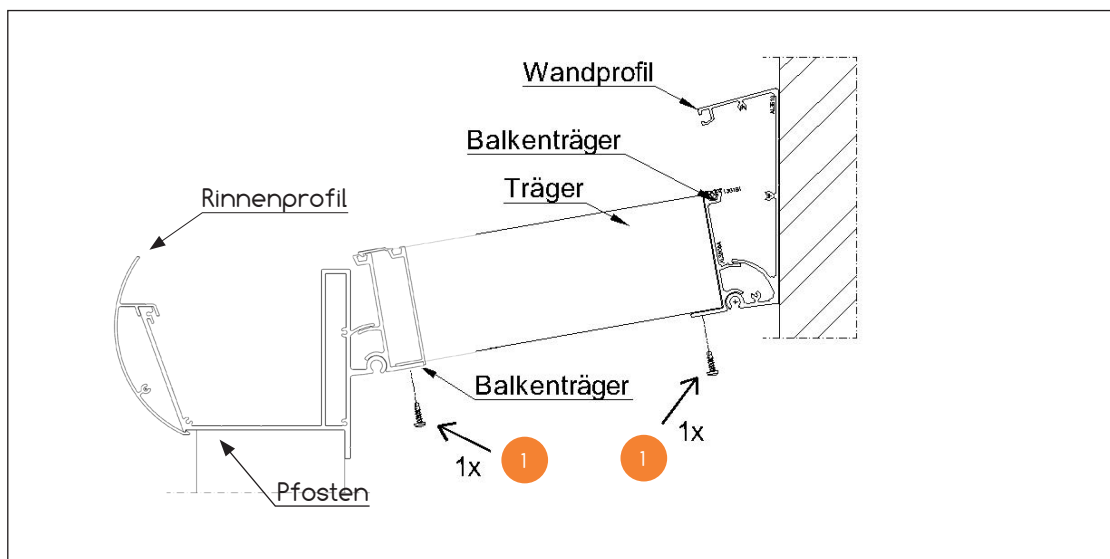

Abb. 18
- 3.11 Legen Sie jetzt einen Träger ( $\rho$ ) an einer Außenseite in den oberen und unteren Balkenträger (n). Bohren Sie von unten ein Loch durch den Balkenträger (n) und Träger vor ( $\rho$ ) (4 mm Bohrer). Schrauben Sie anschließend eine Torxschraube (1) unten durch den Balkenträger (n) und Träger ( $\rho$ ) an beiden Seiten. Siehe Abb.: 18 Achtung: Der Träger ( $\rho$ ) endet am Balkenträger (n), nicht fest gegen die Endkappen drücken.
- 4.3 Schrauben Sie die Träger ( $\rho$ ) an der Rinnen- und Mauerseite am Balkenträger mit einer Torxschraube ( $l$ ) fest. Abb.: 18